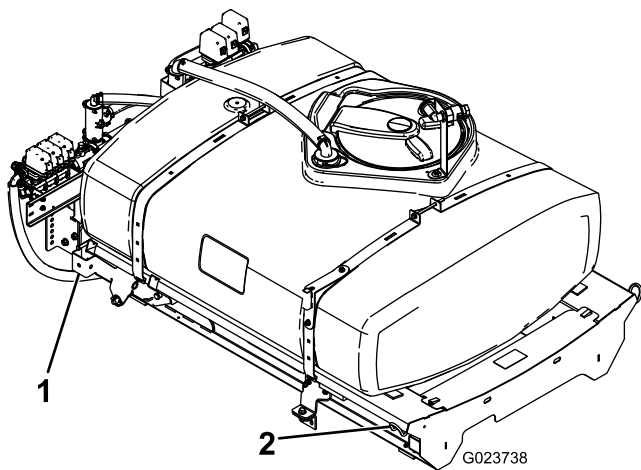

Figura 8
1. Usando un mezzo di sollevamento, alzate il gruppo del telaio di supporto del serbatoio (Figura 8) e posizionalo sopra il telaio del veicolo con la pompa e i gruppi valvola rivolti verso la parte posteriore.